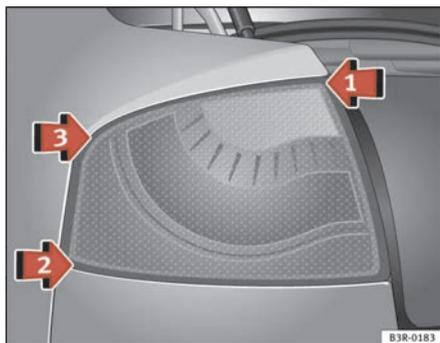
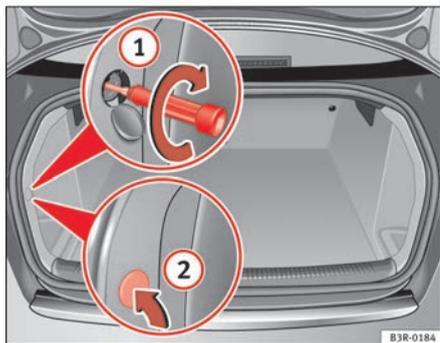

Fig. 212 Repose du feu arrière
Fig. 213 Coffre à bagages : vis de fixation de feu arrière
- Posez le feu arrière sur le support de feu arrière au niveau de la ⇒ fig. 212 flèche ①.
- Appuyez légèrement sur le feu arrière pour qu'il s'encastre dans le support de feu arrière tout d'abord au niveau de l'emplacement ② puis ③ jusqu'à ce que les clips soient bien en place dans les patins en caoutchouc.
- Appuyez légèrement sur la partie supérieure du feu arrière et fixez le feu à l'aide de la vis à partir du coffre à bagages ⇒ fig. 213 ①.
- Encliquez le cache ② du revêtement intérieur.